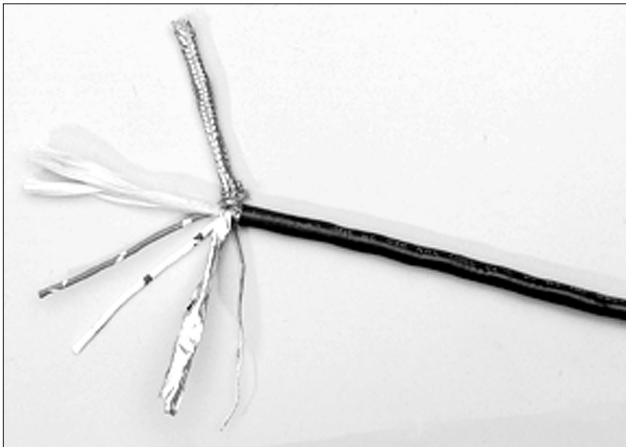

Figura 3.8: Separación de las partes del cable
- 2. Separe las partes de los cables. Elimine el trenzado del blindaje del cable y pele el blindaje de hoja metálica hasta el mismo punto en que se retiró el forro exterior como se muestra en la Figura 3.8.